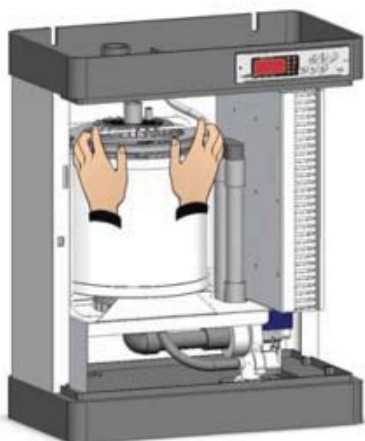

Рис. 27
2. Отцепите переднюю пружину крепления от верхнего фланца пара и сдвиньте ее вниз (Рис.27, 28 и 29).